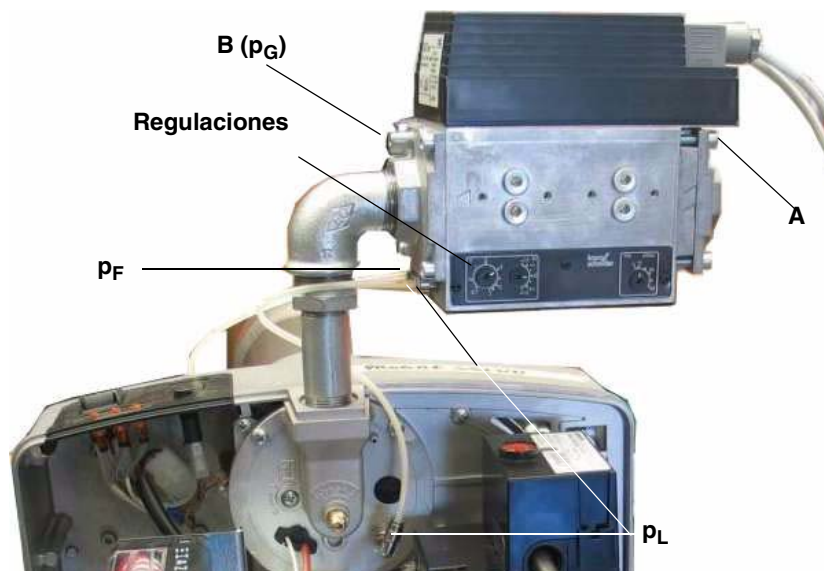

Fig. 19
- 1 Arrancar el quemador a baja llama: si el quemador no entra en servicio, girar en **N** un poco en sentido + y repetir el arranque (vedi Fig. 20). Medir la presión de gas **pG** en **B** (Fig. 19).
- 2 Medir la presión de aire **pL** (Fig. 19) en el quemador y ajustar en **N** la presión de gas (Fig. 20)
¡No cerrar el empalme **pF** posiblemente no utilizado! (Fig. 19)
- 2 Medir la presión de gas en **A** y **B** (Fig. 19).